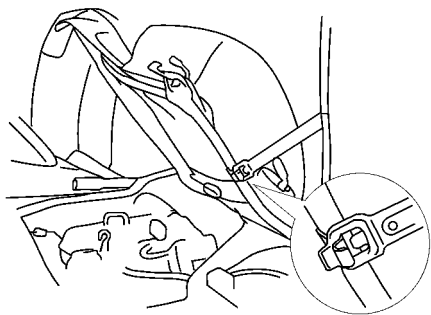

图 15-48 抬起 LH 座位
(1) 抬起 LH 座位。抬起 LH 座位,钩住钩带使其保持固定状态,如图 15-48 所示。